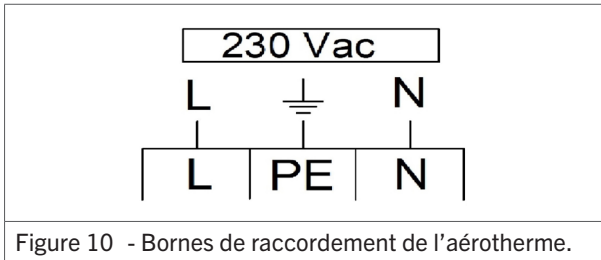

Figure 10 - Bornes de raccordement de l'aérotherme.
- Connecter les conducteurs du câble de raccordement au réseau d'alimentation électrique dans le boîtier de connexion (figure 10).